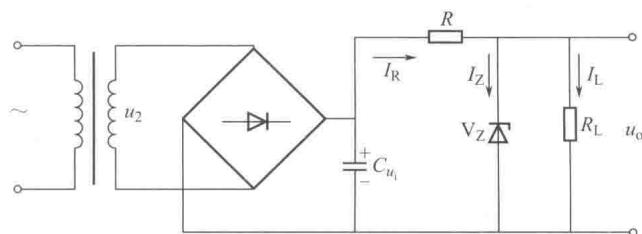

图 1-9
6. 电路如图1-9所示，已知 $u_2=8V$ ,  $V_Z=6V$ ,  $R=300\Omega$ ,  $R_L=1.5k\Omega$ 。试计算限流电阻 $R$ 中的电流， $R_L$ 中的电流和稳定电流 $I_Z$ 。